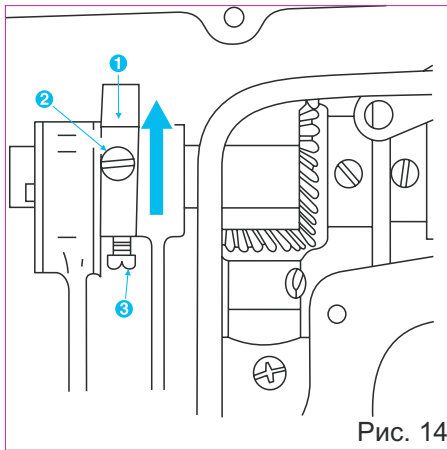

Рис. 14
1. Ослабьте винты (2) и (3) рис.14, эксцентрика подачи (1). Поверните эксцентрик подачи (1) в направлении, указанном стрелкой (или в противоположном), и крепко затяните винты (2) и (3).